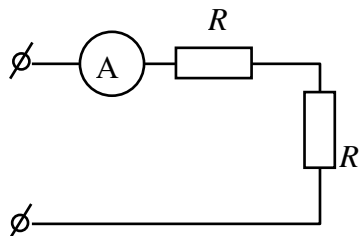

Рисунок 1.1
- 5 Собрать цепь (рисунок 1.1 и 1.2) и показать ее товарищам по бригаде для проверки, а затем преподавателю.